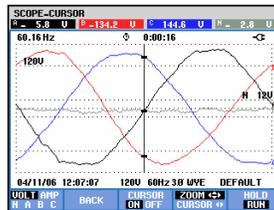

Abbildung 19-3. Anzeige Signalform mit Cursor und aktiviertem Zoom
- Drücken Sie F4, um die Pfeiltasten für die Zoom-Funktion zu aktivieren, wie in Abbildung 19.3 dargestellt. Jetzt können Sie mithilfe der Pfeiltasten nach links/rechts die Signalformen in horizontaler Richtung vergrößern oder verkleinern. Für die vertikale Richtung stehen Ihnen die Pfeiltasten nach oben/unten zur Verfügung. Bei aktiviertem Cursor ist dessen Position der symmetrische Mittelpunkt des horizontalen Zoom. Ist der Cursor deaktiviert, entspricht das Zentrum des horizontalen Zoom dem Mittelpunkt des Bildschirms. Der vertikale Zoom orientiert sich immer an der Mitte des Bildschirms.